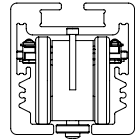

Abb. 3: Fahrwagen in der Schiene
- II. Bohren Sie eine Öffnung mit Durchmesser 10 – 12 mm an der Stelle der Schiene, wo der Sicherheitsstift eingeführt werden soll, Abb. 3.
- 4) Setzen Sie den Hubmotor so in die Schiene ein, dass der positive Pol (+ Plus) rechts zu liegen kommt, siehe Abb. 3.
- 3) Setzen Sie den Hubmotor so in die Schiene ein, dass der positive Pol (+ Plus) rechts zu liegen kommt, siehe Abb. 3.